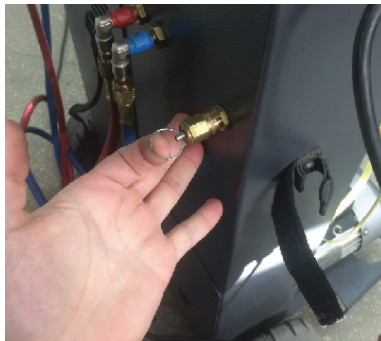

Рисунок 20. Клапан скидання заправної станції (приклад)
- 6.2. Видаліть із системи домішки, що не конденсуються, через спеціальний клапан рис. 20, згідно з вказівками інструкції (інструкції з експлуатації) на заправну станцію, що використовується.